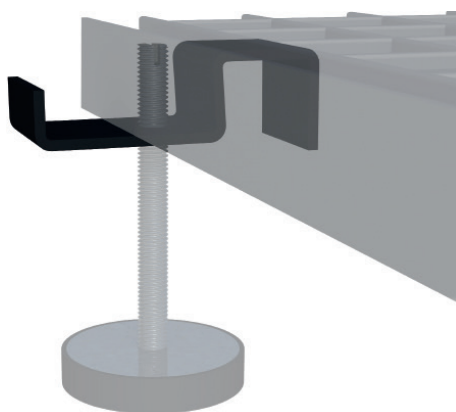

Abbildung 2
- a. Die Fußaufnahme kann entsprechend der Abbildung 2 unterseitig in die Verlegemodule gesteckt werden.